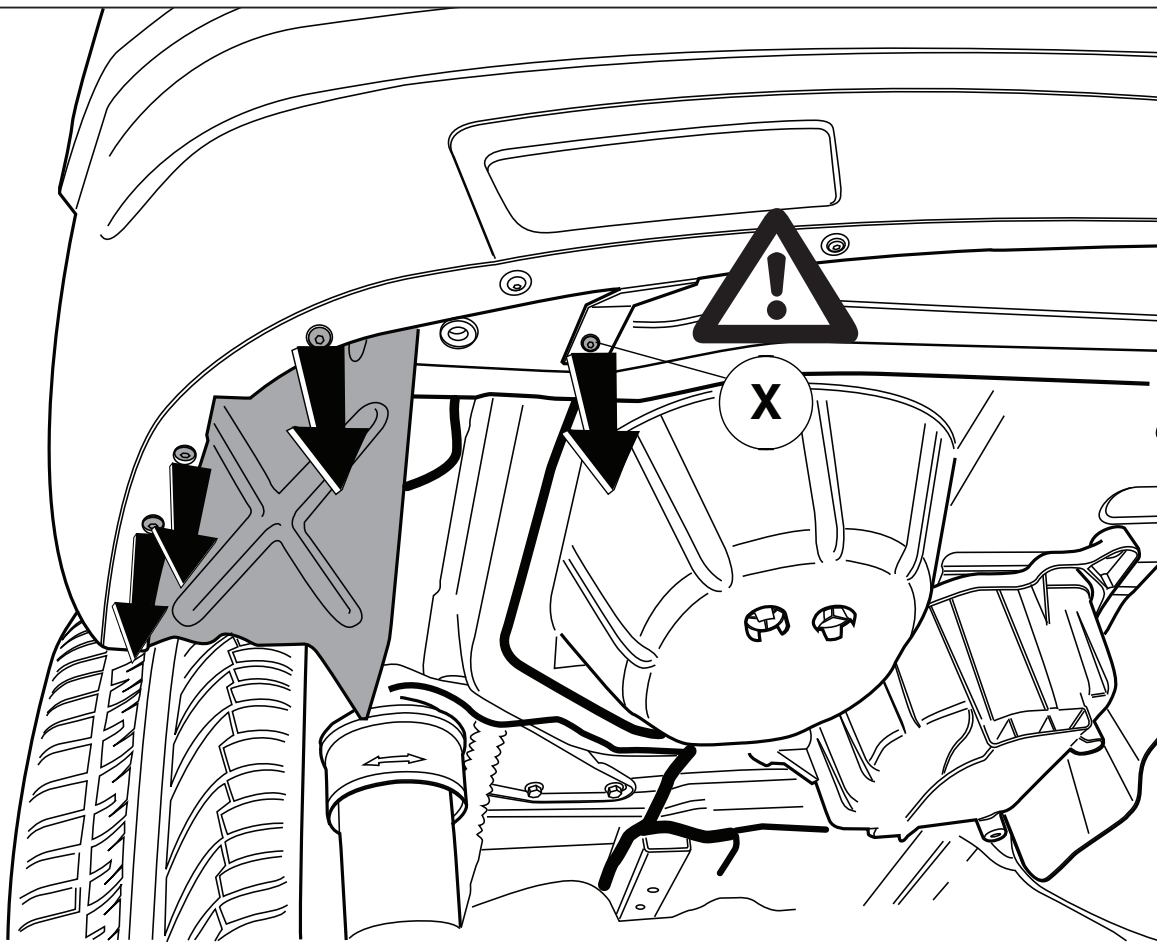

Fig.1
- Частично снять противогрязевые щитки в надколесных дугах, чтобы облегчить доступ к рабочей зоне (Вместе с болтами X) см. рис. 1.